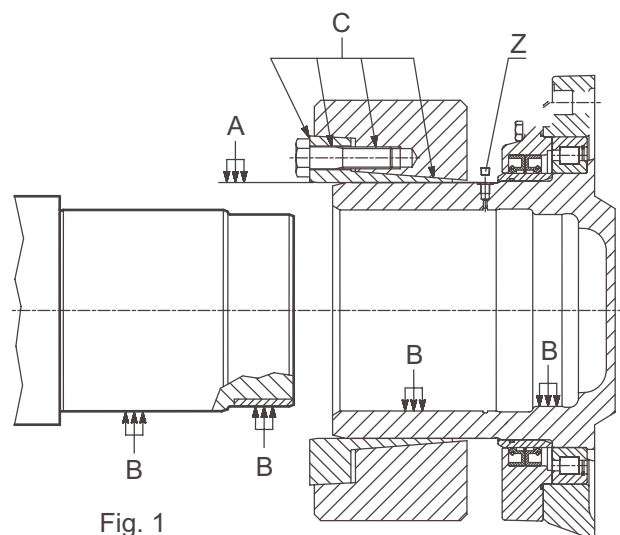

Fig. 1
- Lubrificar a sede da junta de vedação (fig. 1 item A).
- Em caso de recolocação de junta, desmontá-la e engraxar as áreas "C" (ver a fig. 1).
- Retirar o bujão "Z" (ver a fig. 1) necessário para remover o ar na fase de montagem do eixo.
- Montar a junta no redutor sem apertar os parafusos, deixando livre o parafuso "Z" (ver a fig. 1).